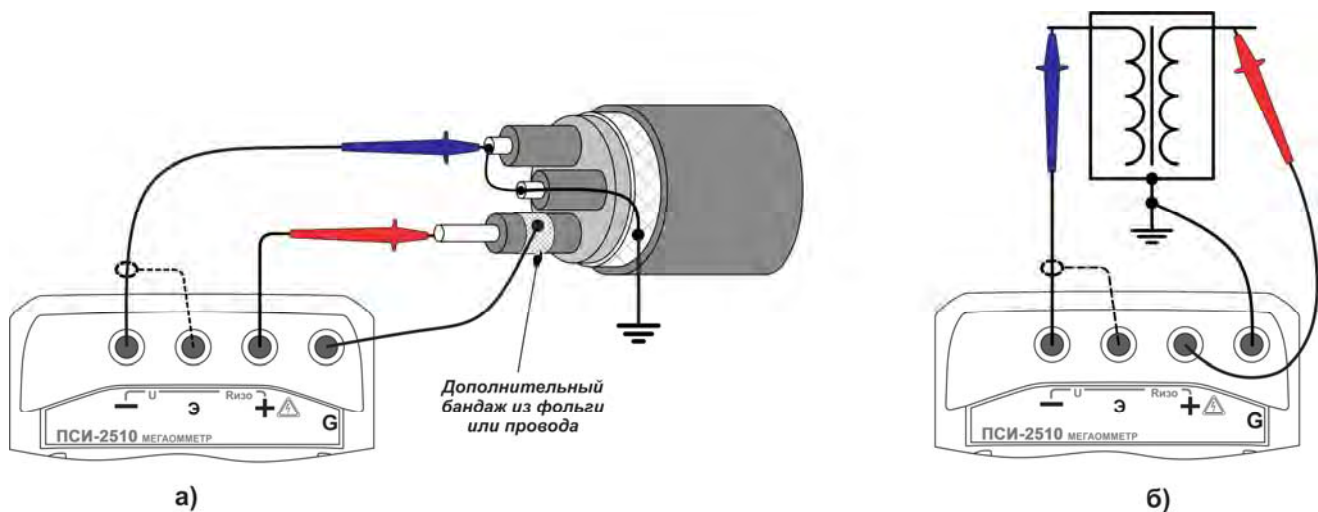

Рисунок 2.12 – Снижение влияния поверхностных токов утечки
*- обычно, если один из контактов измеряемого сопротивления заземлен (рисунок 2.12.а), то к нему рекомендуется подключать «-» мегаомметра. Однако, в случае неустойчивых показаний смена полярности подключения может обеспечить более стабильные показания.*